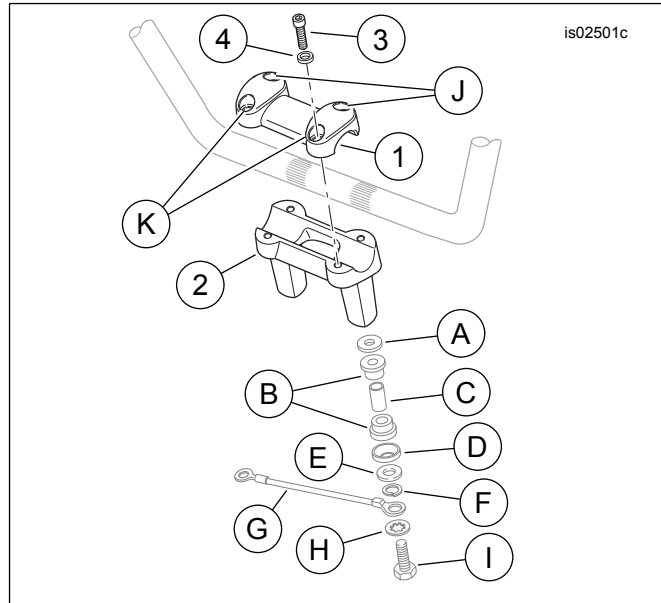

Abbildung 1. Ersatzteile, einteilige Fat-Lenker-Risersätze
Siehe Abbildung 1 und Tabelle 1.
2. Siehe Abbildung 1. Die beiden Befestigungsschrauben der Riser (I) von unterhalb der oberen Gabelhalterung entfernen. Die Riser und die Befestigungsteile entfernen (A bis H). Beim Ausbau die Reihenfolge und Ausrichtung der Befestigungsteile notieren und für den späteren Einbau aufbewahren. Die Original-Riser und -Riserschelle (oder Kappen) entsorgen.